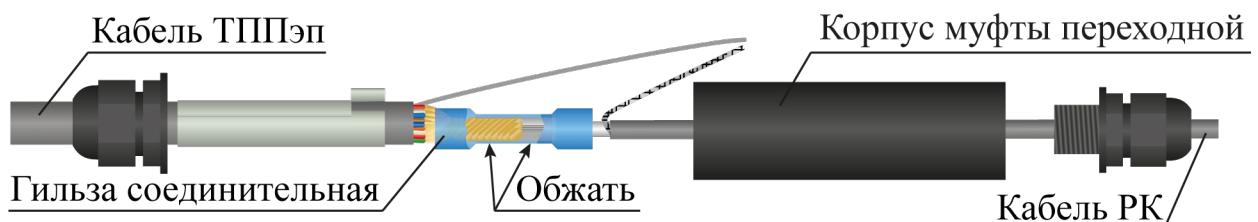

Рисунок 4.35
– в ответное отверстие гильзы вставить защищенные концы жил кабеля ТППЭп. Гильзу обжать с помощью специального инструмента со стороны кабеля ТППЭп (рисунок 4.35), **(обжатие пассатижами не обеспечивает надежного электрического контакта!);**